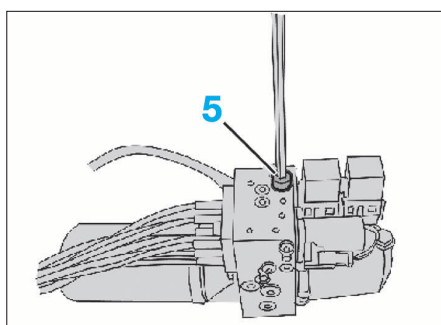

FIG. 84
- Ouvrir le circuit hydraulique avec la vis (5) (Fig.84).
- Fermer le circuit hydraulique (Fig.84).